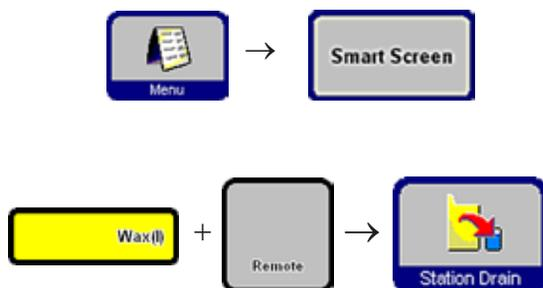

Fig. 56
- Selecione o reservatório de parafina a ser drenado e o recipiente remoto ("Remote", Fig. 56). Pressione a seguir **STATION DRAIN**.